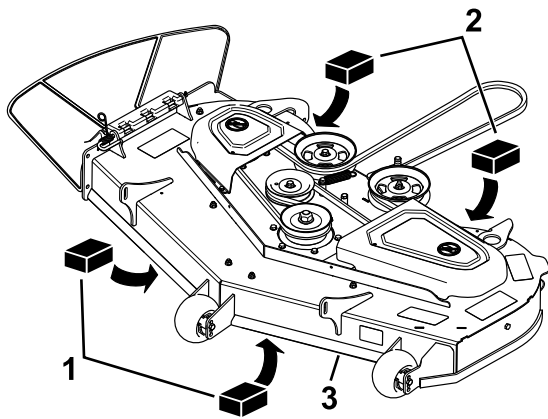

Figura 76
4. Posizionate 2 blocchi, ciascuno con uno spessore di 6,6 cm, sotto ciascun lato del bordo anteriore del piatto, ma non sotto le staffe del rullo anti-strappo (**Figura 76**).
5. Posizionate 2 blocchi, ciascuno con uno spessore di 7,3 cm, sotto il bordo posteriore della falda del piatto, 1 su ogni lato del piatto (**Figura 76**).